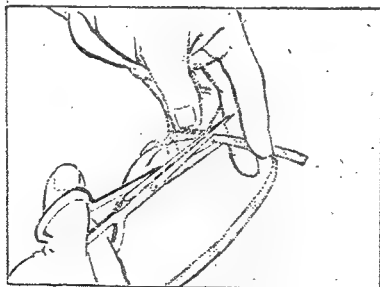
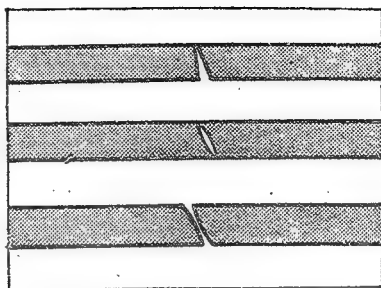

图14 修复磁带时的剪裁
图15 磁带接口剪裁的三种缺陷
①先将磁带皱折严重、无法烫平修复的部分剪去，再按图14所示方法将断口重叠剪成 45° 左右的斜角，注意避免出现如图15所示的三种缺陷。